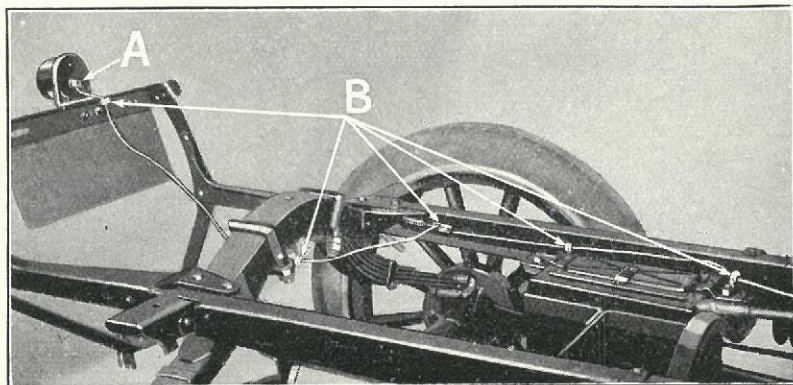

Fig. 40
- (a) Løs Kablet ved Baglygten (Fig. 40-H) og træk det ud gennem de 5 Kabelbøsninger »B«.